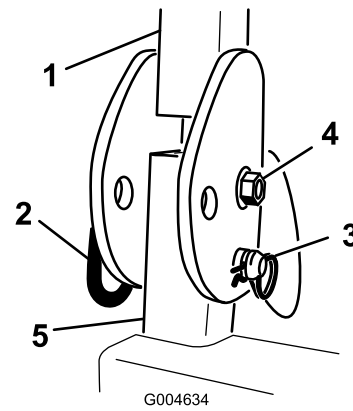

Figura 6
1. Retire los pasadores de horquilla y retire los dos pasadores de la barra anti-vuelco (Figura 6).
2. Eleve la barra anti-vuelco a la posición vertical, instale los dos pasadores y fíjelos con los pasadores de horquilla (Figura 6).